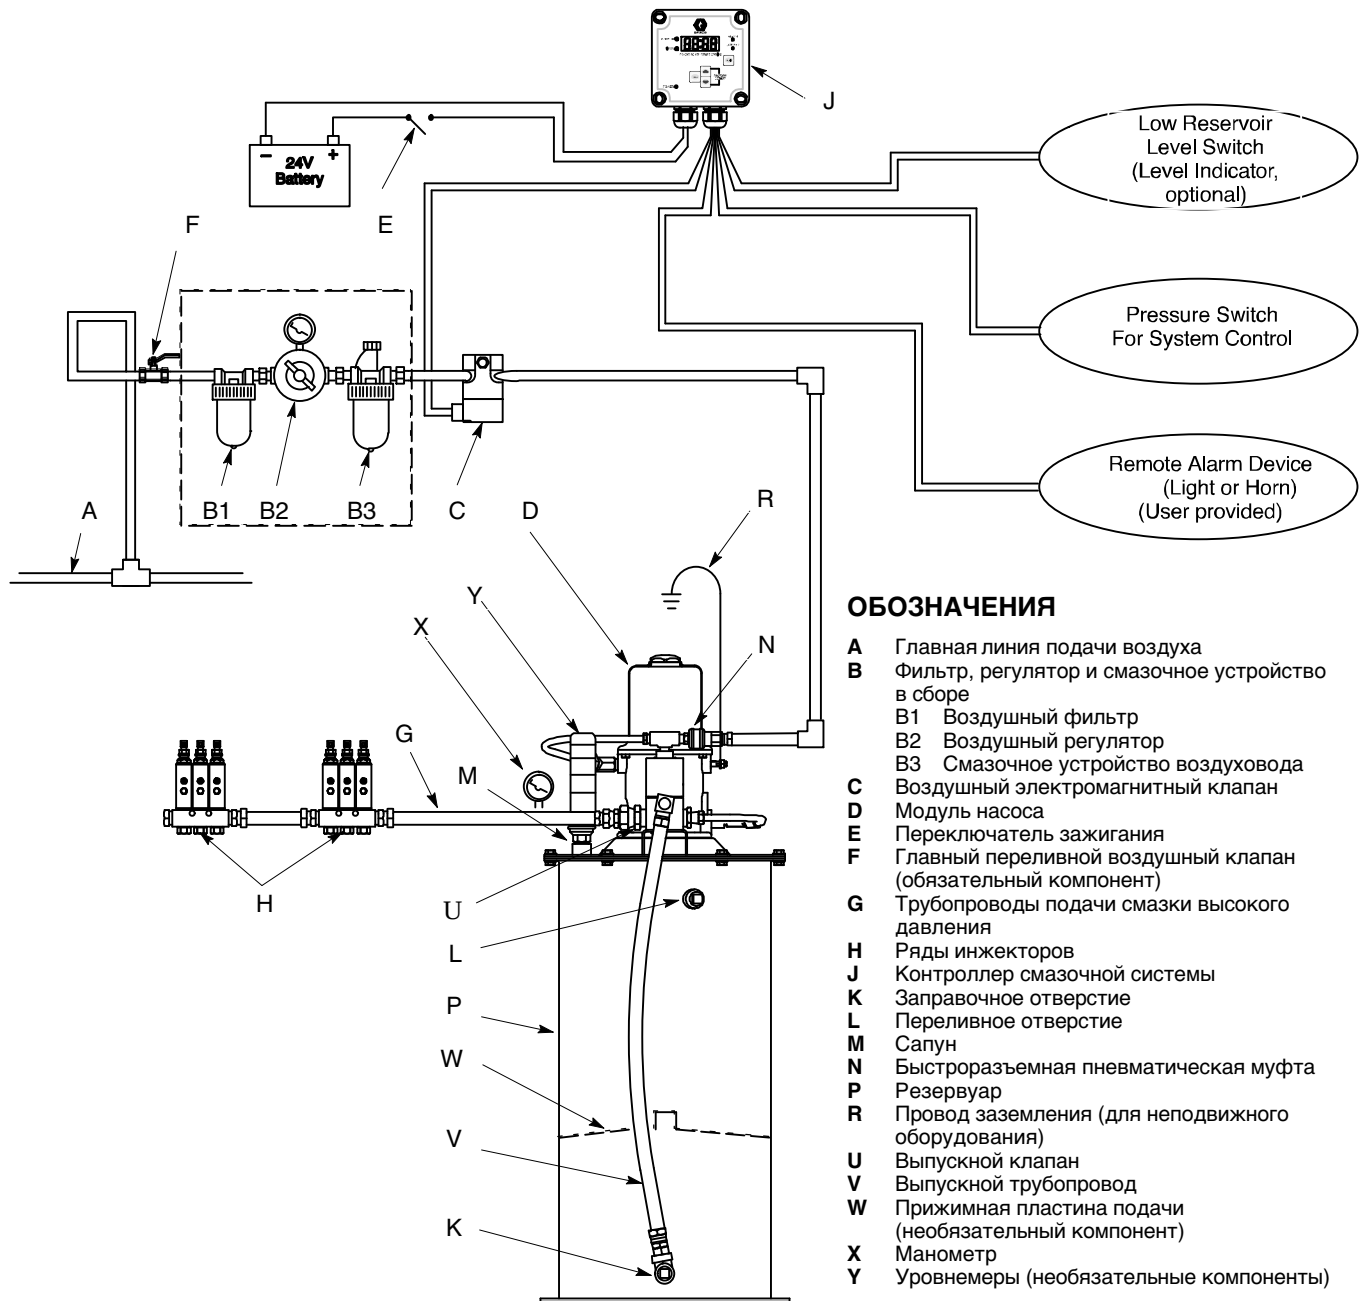

Рис. 2
Рис. 2. Закрепите резервуар (Р) на прочной ровной поверхности с помощью шести болтов диаметром 3/8". Обратите внимание на местоположение заправочного отверстия (К): это позволит быстро получить доступ к отверстию после установки оборудования.
ПРИМЕЧАНИЕ. Установите приспособления для воздухопровода, как показано на рис. 2.
Представленную на рис. 2 схему можно использовать для выбора и установки компонентов системы. За поддержкой в разработке системы, отвечающей вашим требованиям, обращайтесь к местному дистрибьютору компании Graco.
1. Рис. 2. Отключите питание контроллера смазочной системы (J).
2. Отключите устройство подачи воздуха в насос (D), выполнив одно из следующих действий:
- Закройте переливной воздушный клапан (F).
- Снимите быстроразъемную пневматическую муфту (N) с тройника на выпускном клапане.
Заполнение выпускного трубопровода. Рис. 2. При первом заполнении резервуара используется отверстие выпускного клапана. Это позволяет удалить воздух из выпускного трубопровода (V).
1. Вставьте шланг подачи смазки из автономного заполнительного насоса в отверстие выпускного клапана (U).
2. Извлеките заглушку из заправочного отверстия (K), расположенного в нижней части резервуара.
1. Рис. 2. Вставьте шланг подачи смазки из автономного заполнительного насоса в заправочное отверстие (K).
2. Соедините главный трубопровод подачи (G) автоматической смазочной системы с выпускным клапаном (U).
3. Извлеките заглушку из переливного отверстия (L).